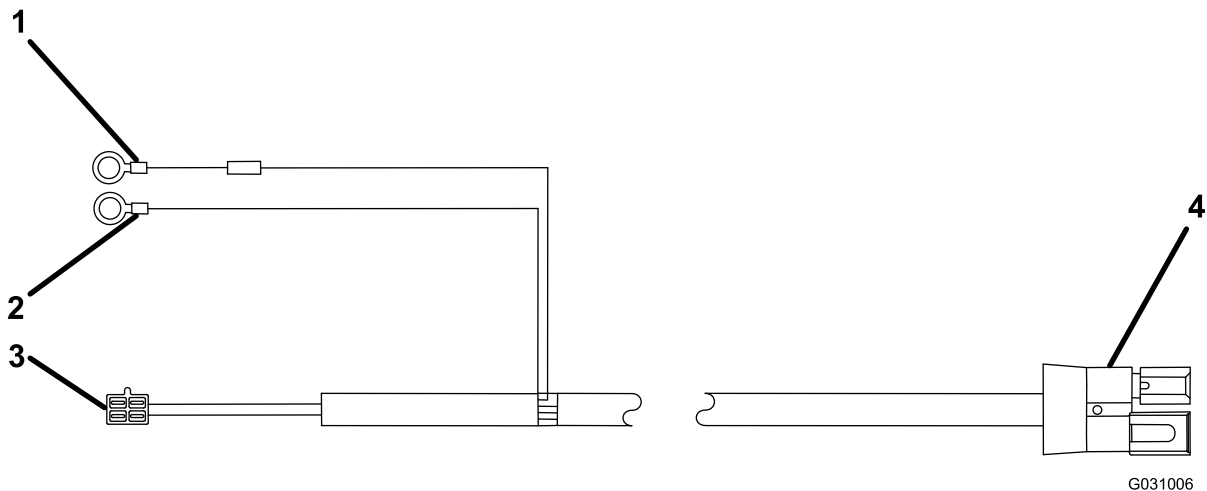

Figura3
1. Fixați conectorul maro și cel alb pe fasciculul de cabluri (Figura3) în centrul barei de protecție posterioare a vehiculului dumneavoastră, cu ajutorul unei legături de cablu.
4. Conectați conectorul cu inel negru la borna negativă a bateriei (-) (Figura3).
5. Conectați conectorul cu inel roșu la borna pozitivă a bateriei (+) (Figura3).
7. Introduceți cureaua dispozitivului de împrăștiere în conectorul maro cu alb de pe fasciculul de cabluri al vehiculului, conform **Figura3**.
12. Introduceți curea dispozitivului de împrăștiere în conectorul maro cu alb de pe fasciculul cu cabluri al vehiculului (Figura3).